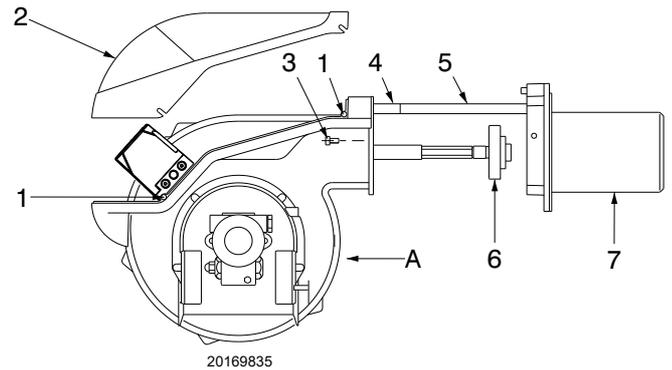

Abb. 36
- bewegen Sie den Teil A zurück und halten Sie ihn dabei leicht angehoben, um die Scheibe 6) auf dem Flammrohr 7)(Abb. 36) nicht zu beschädigen, und trennen Sie davor die Kabel der Zündelektroden.